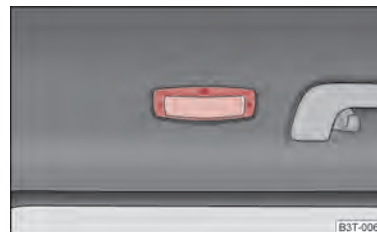

Fig. 44 Iluminación interior del vehículo trasera
- Presione el cristal cobertor en la zona del símbolo   $\Rightarrow$  fig. 44.